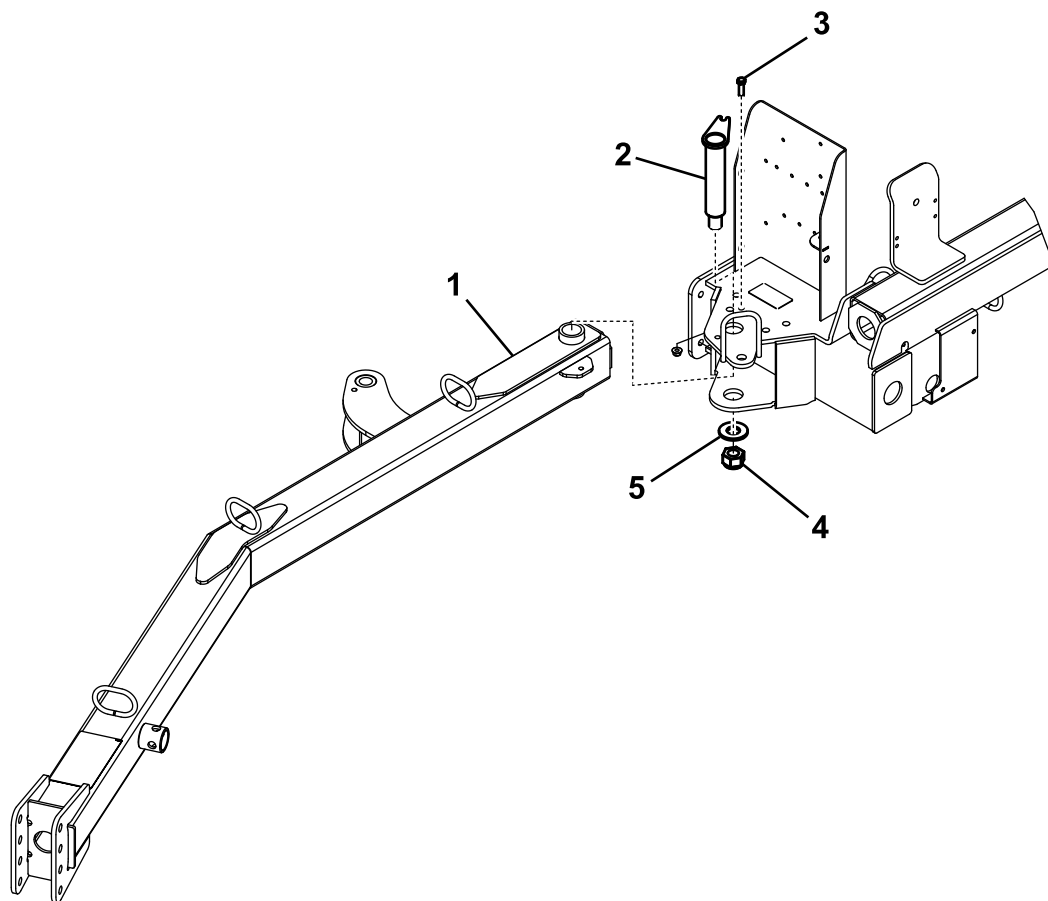

Bild 3
1. Setzen Sie hintere Ende der Anbauvorrichtung zwischen die Befestigungsplatten an der Kehrmaschine. Richten Sie gleichzeitig die Befestigungslöcher aus (Bild 3).
2. Stecken Sie den Anhängerkupplungsstift durch die Befestigungsplatten und die Anhängerkupplungslasche (Bild 3).
3. Befestigen Sie das obere Ende des Anbauvorrichtungsstifts mit einer Schraube (3/8" x 1-1/4") und einer Sicherungsmutter (3/8") an der Befestigungsplatte (Bild 3).
4. Befestigen Sie das untere Ende des Anbauvorrichtungsstifts mit einer großen Scheibe, einer großen Mutter und einer Vierkantstellschraube (Bild 3).